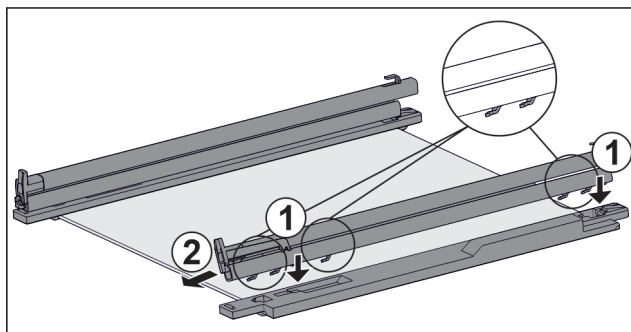

Fig. 100 Steklena plošča z vodili in držalnimi deli
- ▶ Kavelj vodila namestite na odprtine **levega** držalnega dela. Fig. 100 (1)
- ▶ Vodilo potisnite proti sprednji strani. Fig. 100 (2)
- ▶ Kavelj vodila namestite na odprtine **desnega** držalnega dela. Fig. 100 (1)